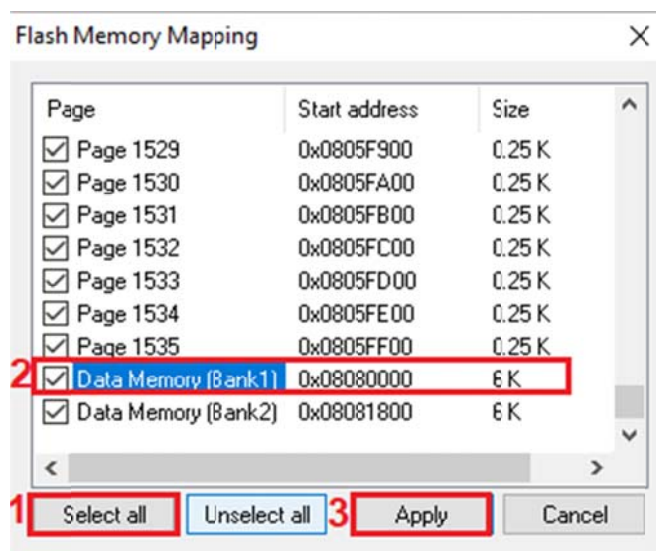

Рис. 8
9. Последовательно нажать по номерам (рис. 8):